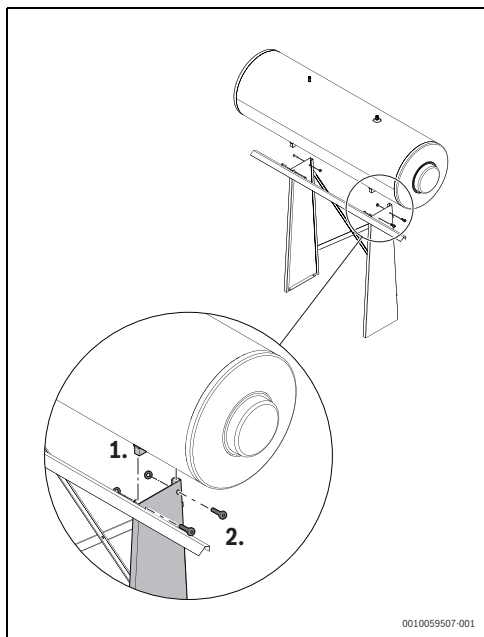

Fig. 34
- ▶ Placer le ballon avec les consoles pré-installées sur le haut de la structure de support. (voir fig. 34).